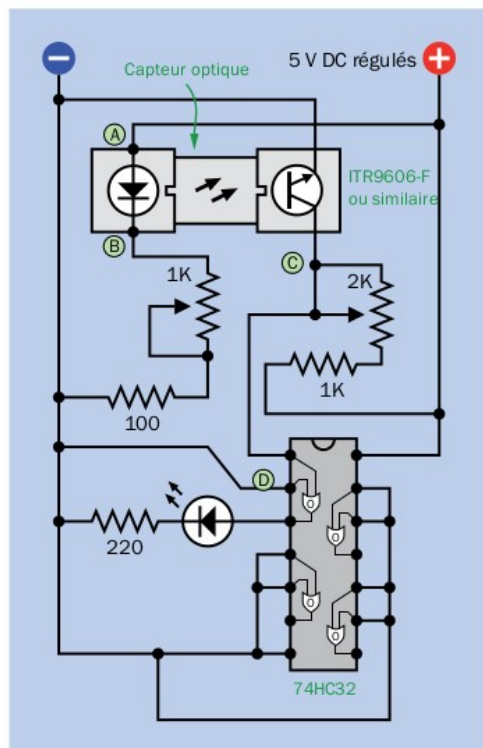

Figure 31-5. Schéma de test d'un capteur optique transmissif, utilisant une porte OR.
Sur la fig. 31-5, je suggère de tester le capteur en utilisant un circuit intégré quadruple OR à deux entrées. Les raisons de ce choix vont vous paraître claires au fur et à mesure des explications. Une vue du montage de ce circuit est représentée sur la fig. 31-6.
Réglez le potentiomètre de 1 K de la fig. 31-5 à sa valeur maximale. (Mesurez-le avec votre multimètre avant de le placer sur la platine de montage, si vous avez un doute). Mesurez ensuite la tension entre les points A et B. Elle devrait se situer entre 1 V DC et 1,2 V DC.
- Chaque capteur a été tourné de 90° par rapport à sa position dans le schéma de test de la fig. 31-5. Je les ai orientés ainsi afin de minimiser les croisements des fils reliés au réseau de transistors Darlington. Faites attention de bien monter les capteurs en plaçant leur LED à droite, et non à gauche.